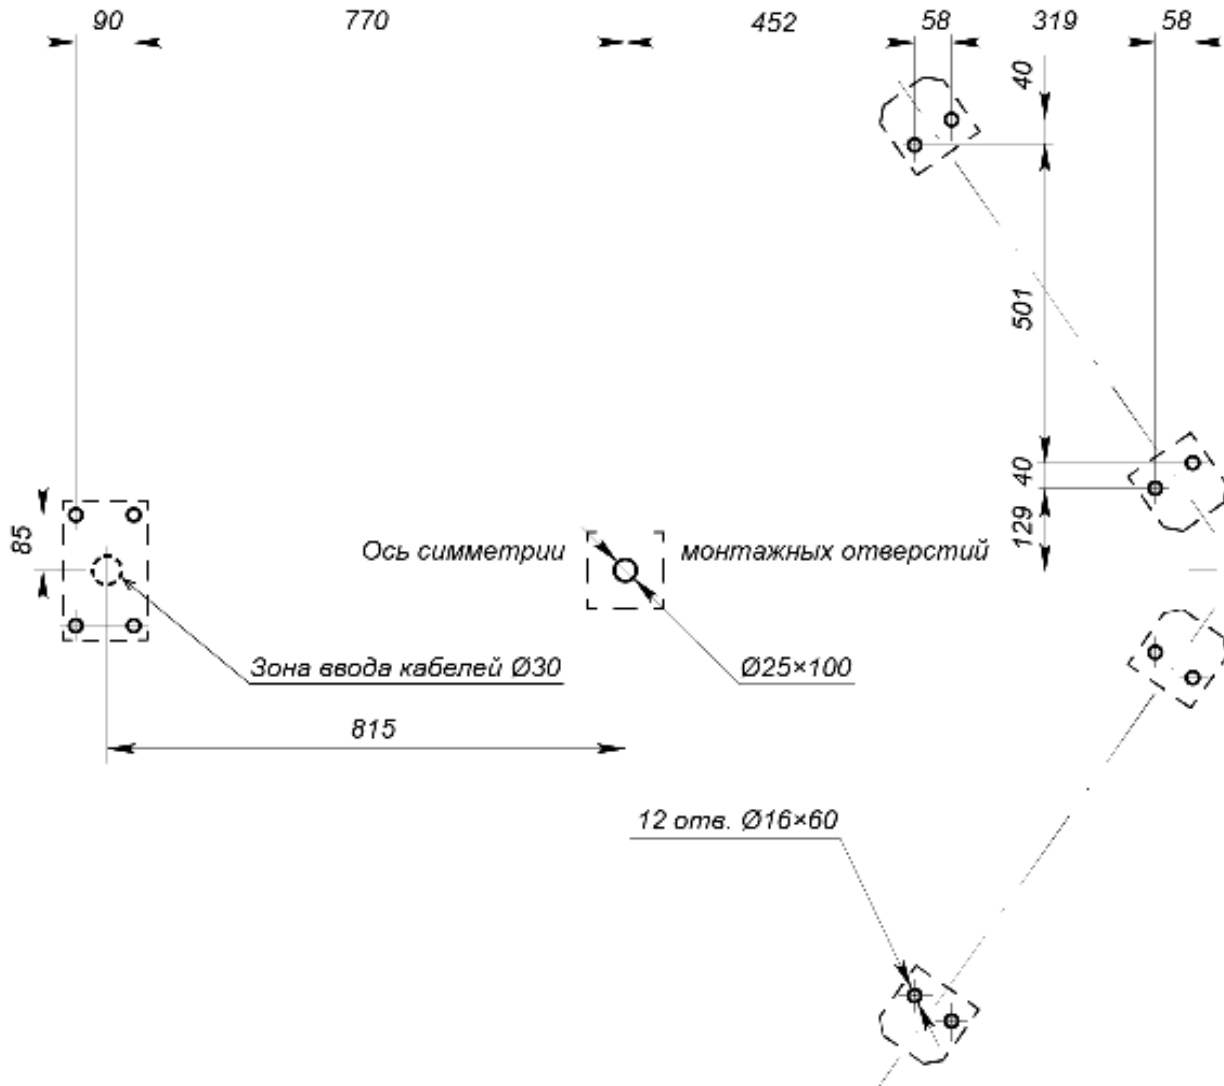
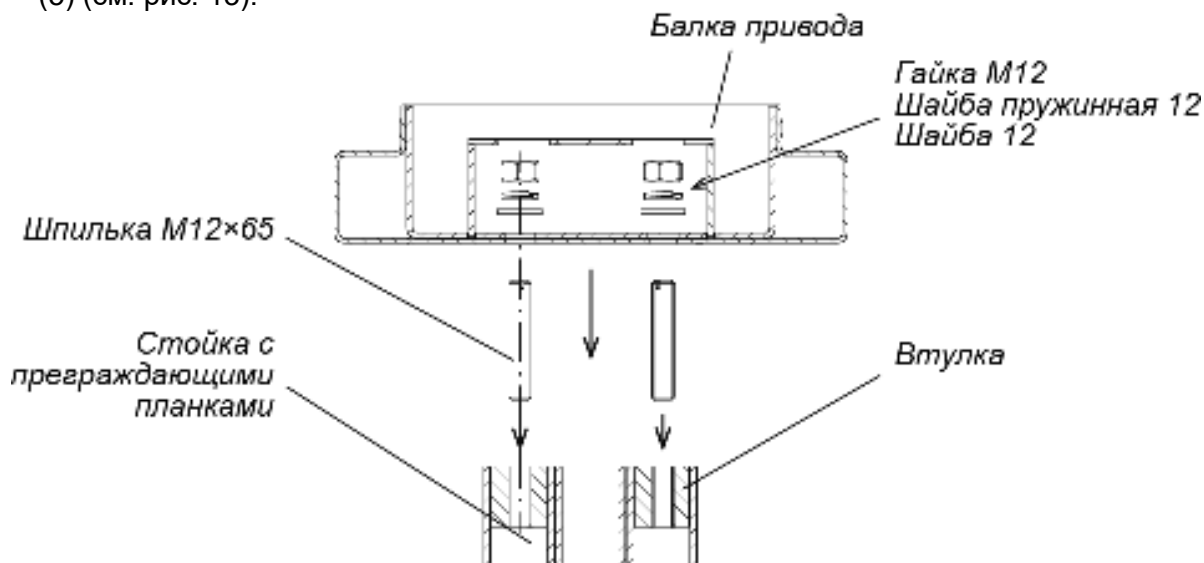
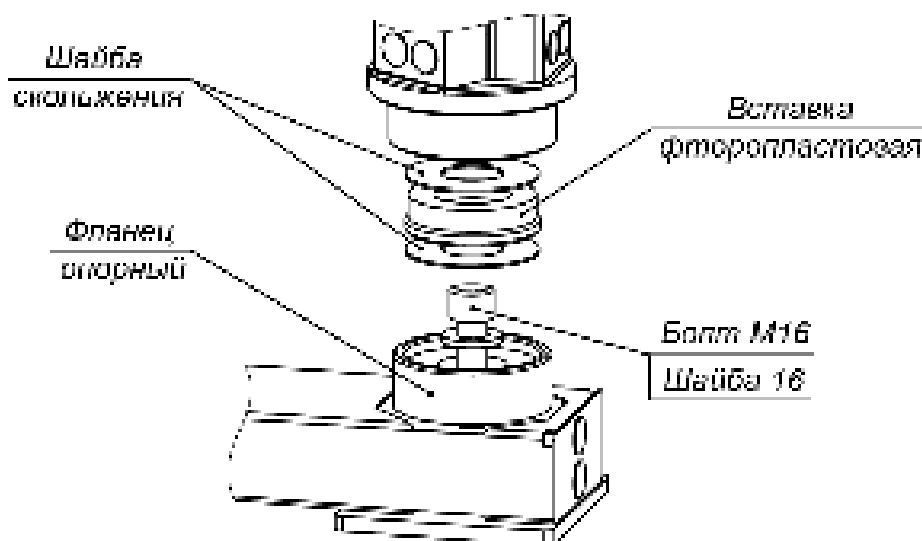

Рисунок 12. Схема разметки для установки турникета
Рисунок 13. Крепление балки привода к стойке с преграждающими планками
Рисунок 16. Нижний узел вращения ротора.
3. Выполните на установочной поверхности разметку отверстий для монтажа турникета. Используйте шаблон из комплекта поставки, но затем обязательно проверьте истинность расстояний в соответствии с рис. 12.
5. Произведите разделку отверстий и, при необходимости, кабельных каналов. Проложите в кабельных каналах необходимые кабели питания (13, 16), устройства *Fire Alarm* (14), ПДУ (15) и дополнительного оборудования, концы кабелей выведите к зоне ввода кабелей в турникет (см. рис. 12).
- Установите секции (6) формователя прохода на установочную поверхность, ориентируя отверстия в опорных фланцах по расположению анкеров. При этом левая и правая секции должны быть правильно выставлены и сориентированы: блоки индикации (11) формователей должны быть развернуты от оси симметрии (см. рис. 12).
9. Распакуйте и установите стойку с преграждающими планками (5) (ящик №3, работайте вдвоем!):
- Вверните две шпильки М12×65 в верхнюю часть стойки с преграждающими планками (5) (см. рис. 13).
- Положите стойку с преграждающими планками на установочную поверхность таким образом, чтобы фланец находился рядом с зоной ввода кабелей (рис. 12). Затем, используя монтажную проволоку, протяните кабели питания турникета (13), питания подсветки прохода (16) и кабели управления через нижнее отверстие в стойке с преграждающими планками со стороны фланца вверх по стойке до выхода из ее верхнего отверстия. Отрегулируйте длину концов кабелей на выходе из верхнего отверстия, которая должна составлять не менее 1 м.
- Установите стойку с преграждающими планками на отверстия с анкерами в установочной поверхности вдоль оси симметрии, при этом фланец должен встать на зону ввода кабелей, а место нижнего узла вращения (3) – на отверстие с анкером М16 (см. рис. 12). Вставьте на место опорный фланец нижнего узла вращения (см. рис. 16).
10. Из ящика №4 распакуйте и установите лист (7) сверху на формирователь прохода (работайте вдвоем!):
- Сориентируйте лист (7) так, чтобы две шпильки, установленные в секциях, прошли через него, а две грани листа, вдоль каждой из которых расположен ряд из четырех отверстий, имеющих с нижней стороны листа выборку большего диаметра, находились бы над секциями.
- Аккуратно удерживая лист на весу, протяните кабели от блоков индикации (12) от левой и правой секции формирователя прохода через соответствующие отверстия в листе. Окончательно установите лист на место, будьте внимательны, не повредите кабели! Обратите внимание на то, чтобы установленные на секциях резьбовые втулки вошли в отверстия в листе, обеспечивая плотное прилегание листа к поверхностям секций.
11. Из ящика №1 распакуйте и установите балку привода (8) (работайте вдвоем!):
- Придерживая балку, осторожно приподнимите ее поочередно с каждой из сторон и пропустите концы кабелей в соответствующие отверстия балки привода: кабели индикации (12) из формователя прохода, а также кабели питания и управления из стойки с преграждающими планками.
- Закрепите балку привода четырьмя гайками М12 с шайбами (см. рис. 13 и 15), накрутив их на шпильки с помощью торцового ключа S19. Затяжка гаек предварительная, для возможности регулировки положения;
- Стяните лист (7) с балкой привода (8) снизу двумя винтами М6×30, вкрутив их в резьбовые отверстия со стороны стойки с преграждающими планками.
12. Соберите ротор (1) (работайте вдвоем!):
- Соберите нижний узел вращения (3) ротора в стойке с преграждающими планками (5) (см. рис. 16). Две шайбы скольжения и находящаяся между ними фторопластовая вставка должны лежать в узле без перекосов, опираясь на всю опорную поверхность, симметрично относительно оси ротора (верхняя шайба скольжения приклеена к валу ротора). При этом гладкие поверхности шайб скольжения должны быть ориентированы на вставку. Допускается применение на поверхностях скольжения молибденовой смазки.